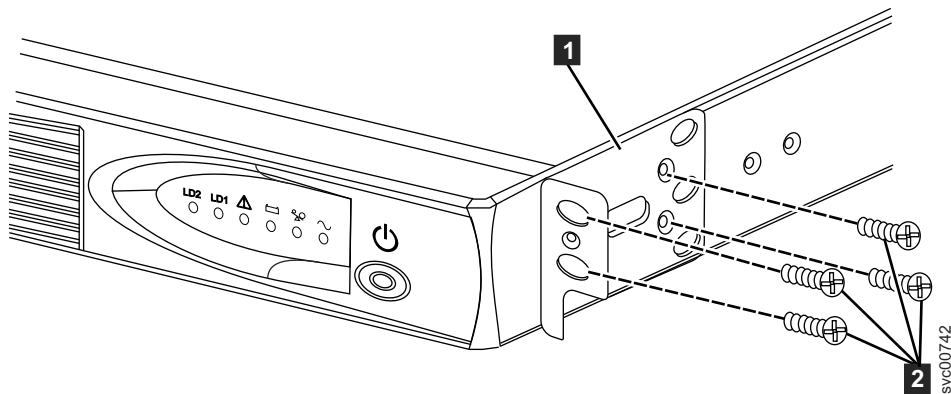

Figura 235. Instalando os suportes de montagem do 2145 UPS-1U para o 2145 UPS-1U
3. Conecte o lado longo de um suporte de montagem **1** em cada lado do 2145 UPS-1U usando quatro parafusos M3 × 6 **2** para cada suporte, conforme mostrado em Figura 235 na página 283.